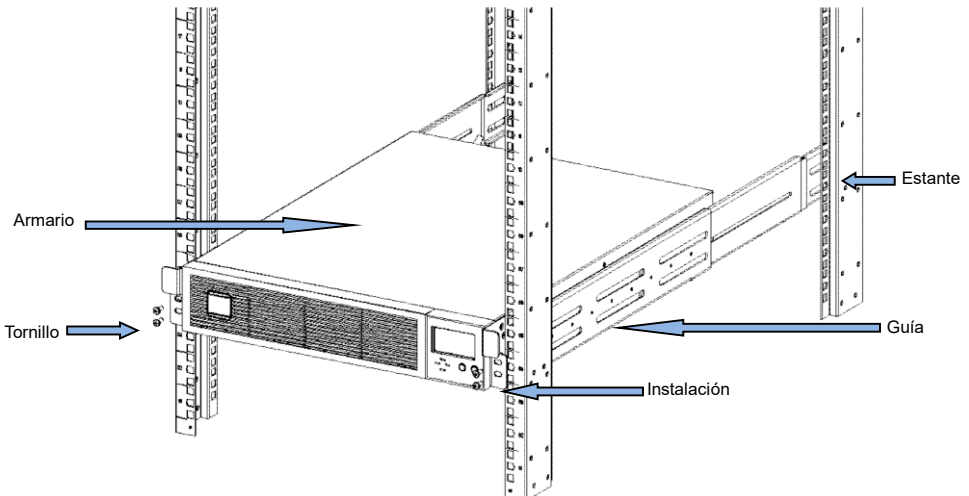

Figura 5-8 Instalación del armario
- 2) Coloque el armario sobre los rieles guía del estante (se prohíbe mover el armario por las orejas de montaje), empuje el armario hacia adentro hasta que no se pueda empujar más y fíjelo al estante a través de los orificios de instalación 2 en las orejas de montaje, como se muestra en la Figura 5-8.